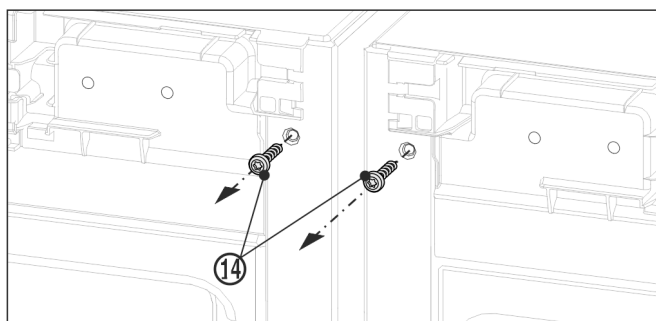

Fig. 12
- ▶ Prieš montuodami viršutinį kampuočių, išsukite abu įžeminimo varžtus Fig. 12 (14).